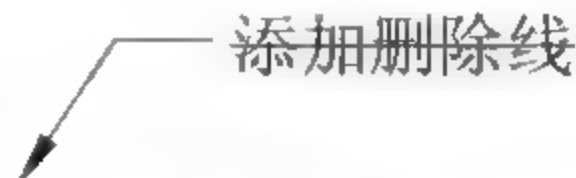

图5-104 添加删除线
- 【删除线】按钮：为选中的文字添加或者禁用删除线，如图5-104所示。